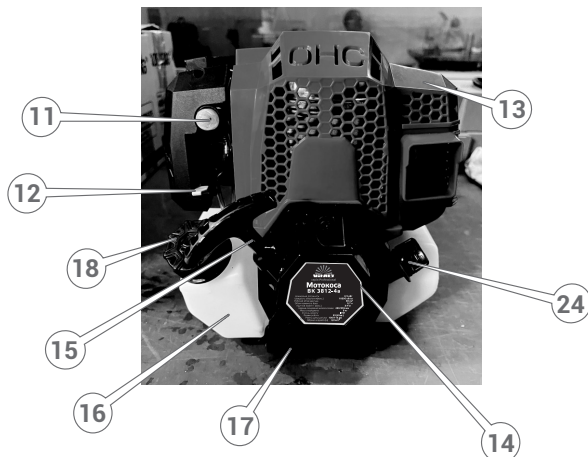

Рисунок 1. Загальний вигляд виробу та опис основних компонентів МОТОКОСИ.
1.1 Опис основних компонентів мотокоси ТМ «Vitals», серії «Professional», моделі «BK 3812-4a» наведено нижче (рис. 1).